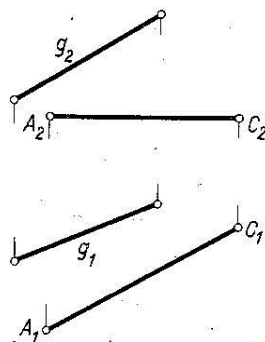

рис. 3
3. В плоскости ABC найдите точку M, удалённую от плоскости Π_1 на расстоянии 30 мм, а от плоскости Π_2 на 40 мм (рис. 3).